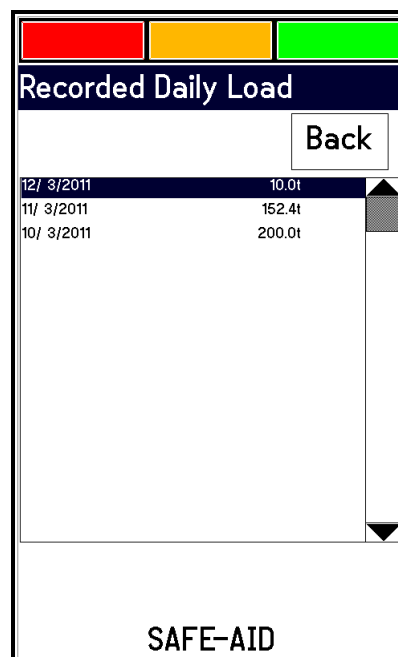

FIGURE 11
12.TOUCH SCREEN CALIBRATION – FIGURES 11, 12 &13